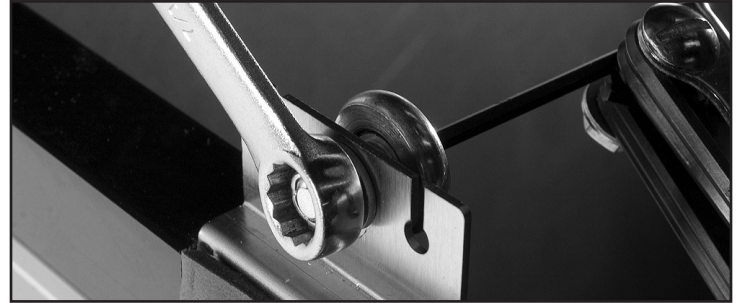

Abb. 1. Passen Sie die Rolle an.
2. Lösen Sie mit einem 7/16" Schraubenschlüssel oder einem verstellbaren Schraubenschlüssel und einem 1/8" Innensechskantschlüssel die Rollen und bewegen Sie sie das geschlitzte Loch entlang. Ziehen Sie die Rollen fest, nachdem Sie die Anpassung vorgenommen haben. Siehe Abb. 1.